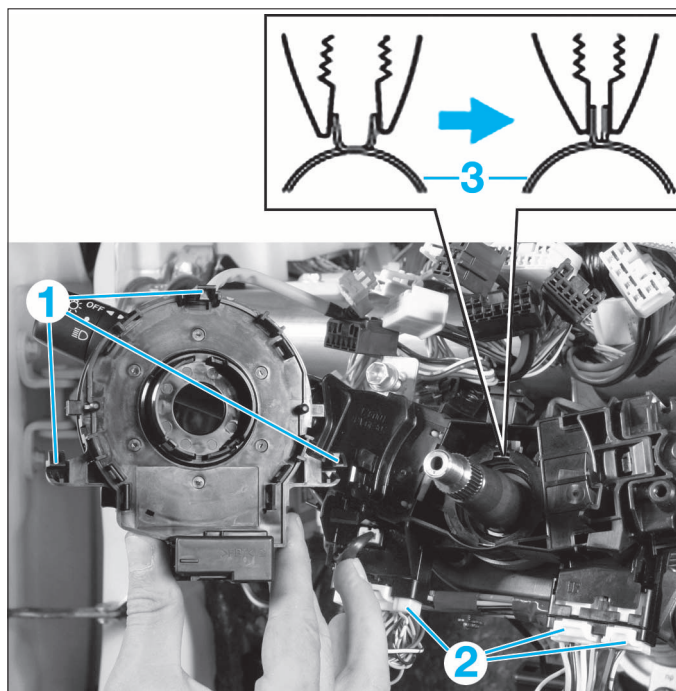

FIG. 7
- Débrancher puis décliper les 3 clips (1) du contacteur tournant (fig. 7).
- Débrancher les 3 connecteurs (2) sur la partie inférieure du boîtiers des comodos (fig. 7).
- Pincer le collier (3) sur l'arrière du boîtier des comodos (fig. 7).